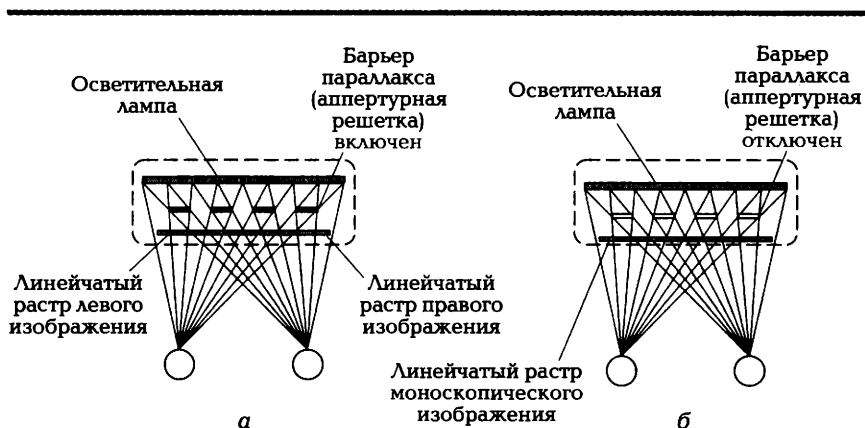

Рис. 4.18. Схема принципа действия аппертурно-растрового автостереодисплея:
*Автостереоскопические 3D-мониторы*, получившие в последнее время широкое применение, основаны на применении эффекта барьера параллакса. Барьер параллакса представляет собой еще один дополнительный встроенный ЖК-экран. В режиме моно этот экран полностью прозрачен, а при активации стереорежима представляет собой сетку из вертикальных непрозрачных полос, которые создают тени от лампы в нужных местах экрана, как это показано на рис. 4.18. Метод автостереоскопии достаточно прост и не требует дополнительных конструкций, внешне автостереомониторы выглядят так же, как обычные LCD-дисплеи.